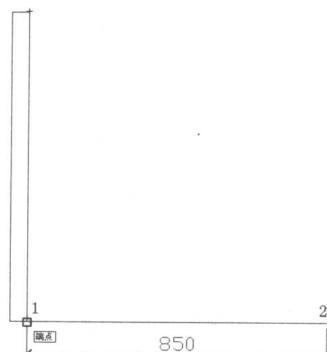

图 1-3 绘制出直线
(2) 使用【直线】工具，绘制一条长 850 的水平直线，如图 1-3 所示。